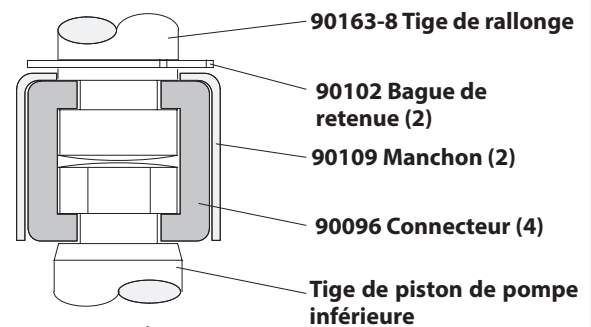

Figure 2
4. À l'aide de la pince à circlips-e, glissez la bague de retenue assez loin pour permettre à la manche pour se déplacer vers le haut et relâchez les deux connecteurs (voir figure 2). Mettre de côté le moteur pneumatique.